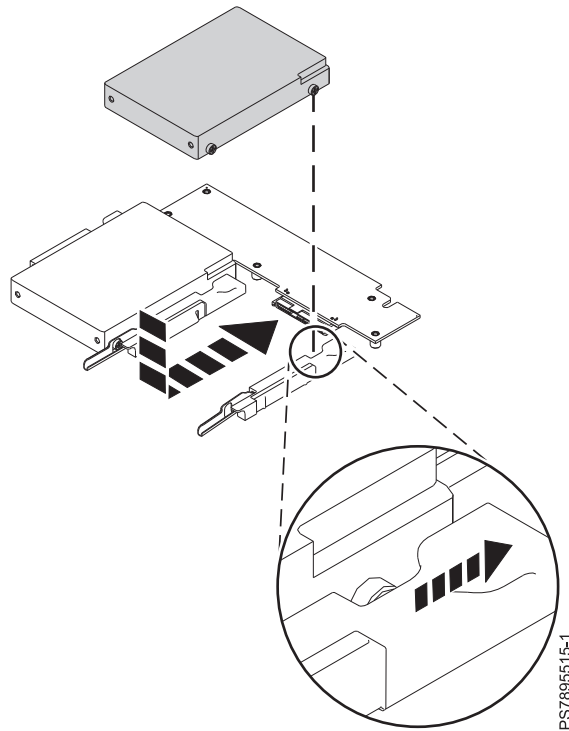

図9. ハード・ディスクの取り付け
39 ページの図 9 に、ハード・ディスクの取り付け方法を示します。
6. 39 ページの図 9 に示されているように、ドライブをドライブ・トレイに入れ、コンピュータ・ノードの後部に向けて押し込みます。ドライブがトレイ前部のレバーを通り過ぎると、カチッと音がして所定の位置に収まります。